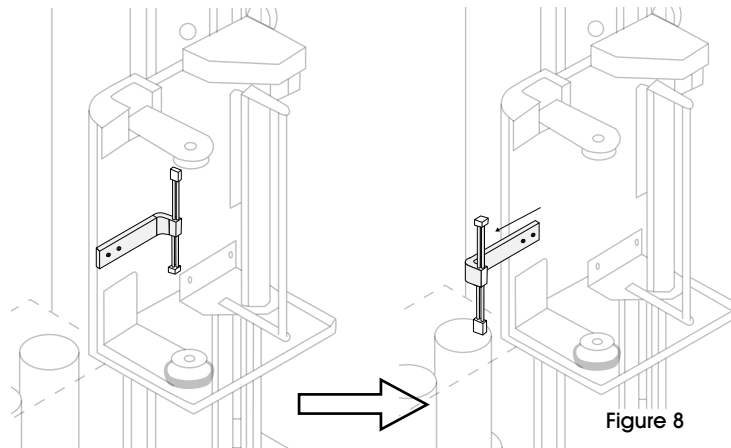

Figure 8
7. L'étape suivante consiste à remonter le détecteur optique de sa position d'expédition protégée. (Voir Figure 8)